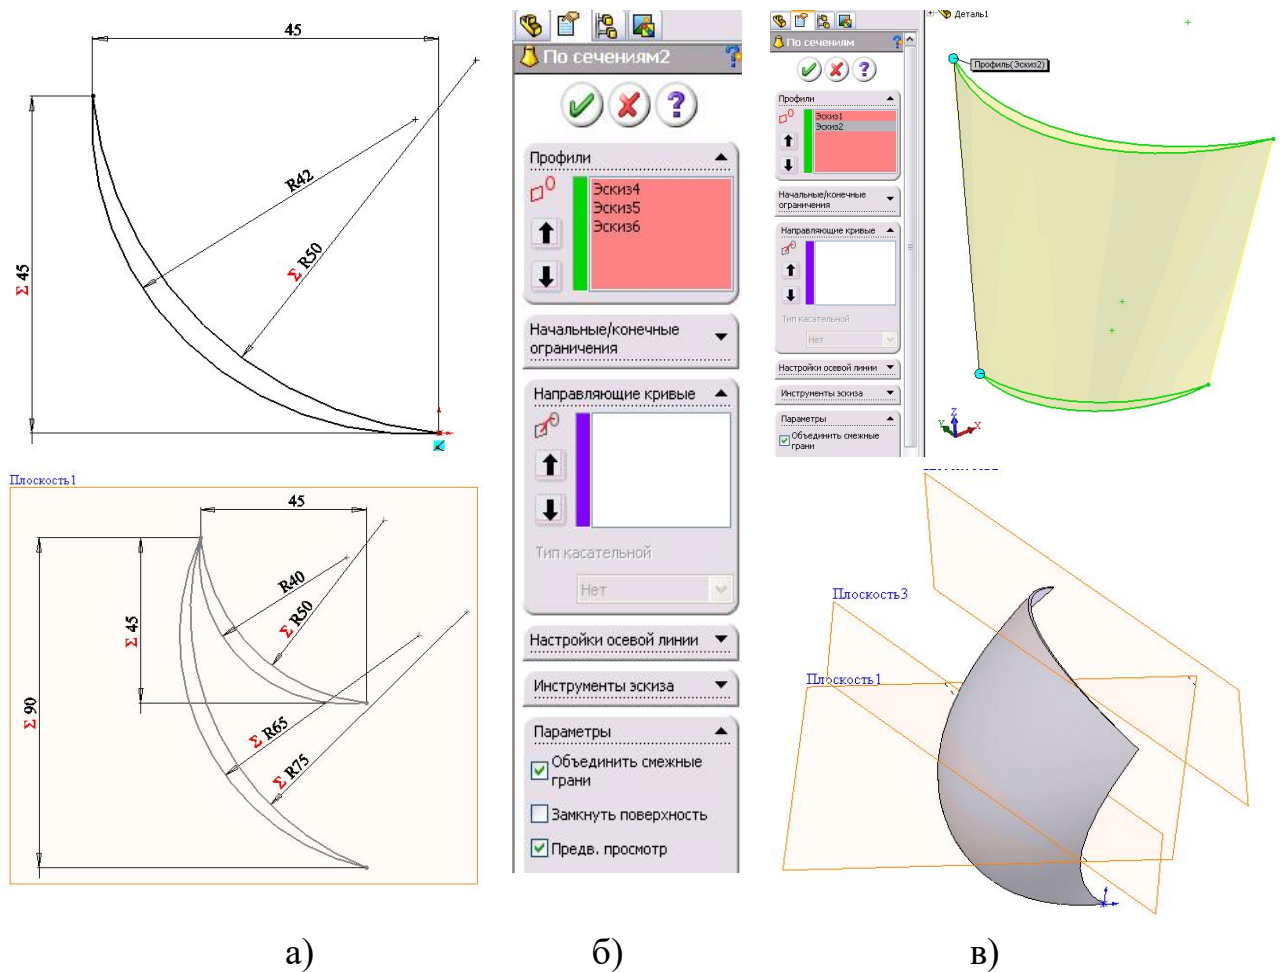

Рисунок 3.2 – Ескізи і модель «по перетинах» без направляючої кривої
- Перший перетин побудуємо на площині «Спереду», хай це буде профілем буде профіль лопатки з розмірами вказаними на кресленику – «Ескіз 1» (рис. 3.2а).
- На «Площині 1» побудуємо перетин, який є профілем лопатки з великими розмірами вказаними на кресленні, – «Ескіз2» (рис. 3.2б).
- Проведемо додаткову довідкову «Площину 2». Вона буде розташована під кутом 45° до «Площини 1» і проходить через бічну лінію прямокутника (рис. 3.2б).
Таким чином, побудували три перетини (профілю) майбутнього твердого тіла. У дереві конструювання ці профілі позначені як «Ескіз 1», «Ескіз 2» і «Ескіз 3». В процесі побудови перетинів також були створені три додаткові площини «Площина 1», «Площина 2» і «Площина 3» (рис. 3.2в).